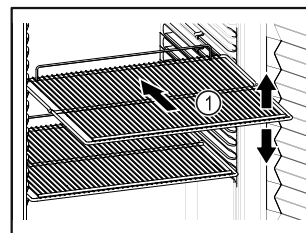

Fig. 57 Atvaizdo pavyzdys
- ❑ Jei pastatymo grotelės Fig. 57 (1) galima perkelti, pritaikykite atsižvelgdami į aukštį.